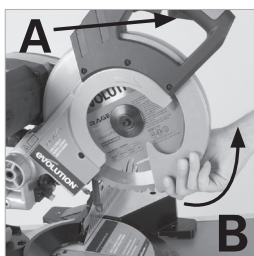

Fig. 39
- Apriete el gatillo de bloqueo del protector inferior de la hoja **(A)** y gire el protector inferior **(B)** en dirección ascendente y hacia dentro del protector superior de la hoja. **(Fig. 39)**